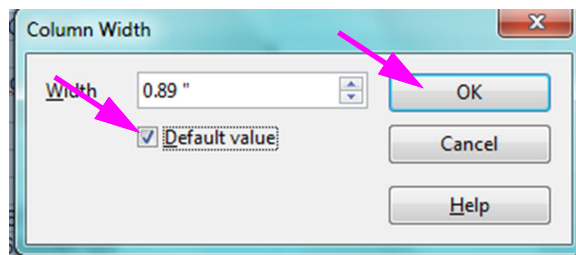

Figura D-7. Caseta de dialog Lățime coloană
10. Apare caseta de dialog Lățime coloană (Column Width). Consultați Figura D-7